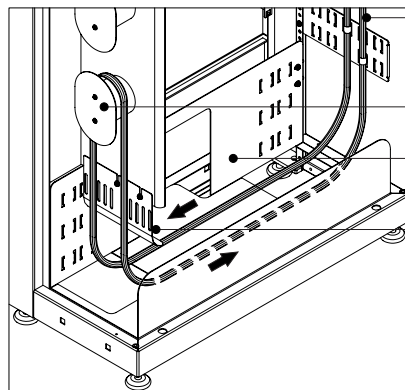

Figura 11D
8. Envíe los cordones por la parte frontal de los soportes de guía de cables hasta los soportes guía de cable lateral (ver figura 11D).